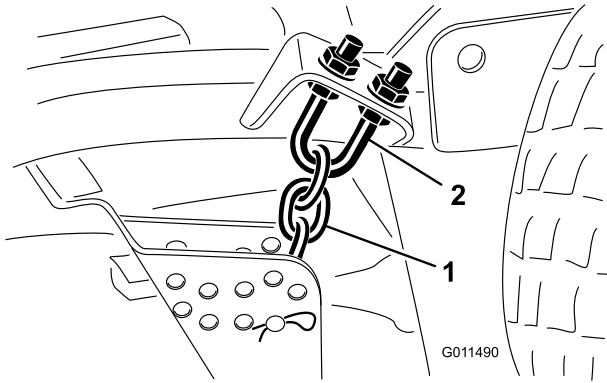

Рисунок 79
1. Ослабьте верхние или нижние контргайки на U-образном болте цепи высоты скашивания (Рисунок 79).